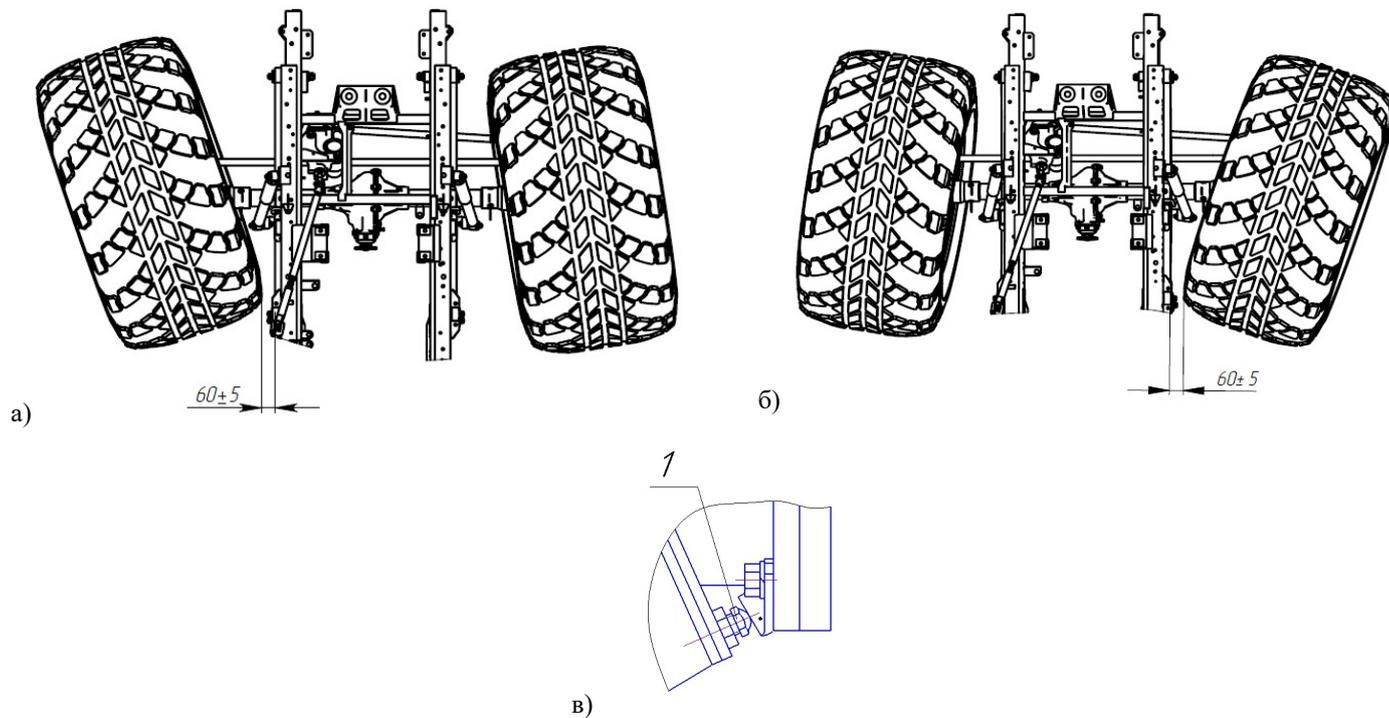

Рис. 6.15. Регулировка углов поворота колес.
Произвести регулировку углов поворота колес переднего моста влево (см. Рис. 6.15 а) и вправо (см. Рис. 6.15 б). Для этого регулировочные болты упоров-ограничителей (Рис. 6.15 в) поворота колес выставить таким образом, чтобы колеса по боковой поверхности шин сзади, при поворотах до упора в регулировочные болты, не доходили до боковых поверхностей рессор на 60 ± 5 мм (Редуктор КР, диск №3, шина 1280 – расстояние от боковой поверхности шин сзади до боковых поверхностей рессор – 115 мм).
12. Установить колеса ВТС на твердую горизонтальную поверхность и запустить двигатель. Упоры отрегулированы правильно если не происходит перекоса моста при повороте рулевого колеса от «упора» до «упора». При этом упорные болты 1 (рисунок 6.15) **должны не доходить** до балки моста 0,5...1 мм.
б) Поворачиваем руль до упора вправо. Вращаем упор ограничительного винта 1 против часовой стрелки, контролируя при этом расстояние между упорным болтом и упором (рисунок 6.15). Расстояние должно быть не более 0,5...1 мм.
в) Поворачиваем руль до упора влево. Вращаем упор ограничительного винта 2 против часовой стрелки, контролируя при этом расстояние между упорным болтом и упором (рисунок 6.15). Расстояние должно быть не более 0,5...1 мм..